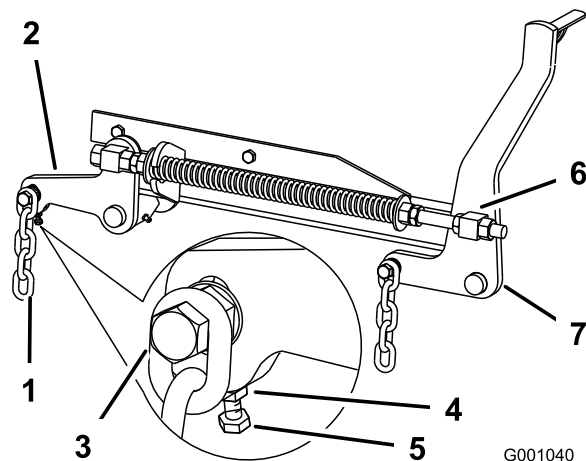

Figura 93
8. Si las medidas realizadas en las posiciones **B** o **C** no son correctas, afloje el perno que fija la cadena trasera al brazo de soporte trasero (Figura 93).
8. Afloje la contratuerca situada debajo del brazo de soporte trasero y ajuste el perno de ajuste hasta obtener una medida de 80 a 83 mm ( $3\frac{1}{8}$ " a  $3\frac{1}{4}$ "); consulte Figura 93.
7. Afloje las contratuercas del pivote delantero, en la parte delantera de los pivotes derecho e izquierdo, unos 13 mm ( $\frac{1}{2}$ " ) (Figura 93).
8. Ajuste las tuercas de elevación en el lado izquierdo y derecho de la máquina hasta obtener una distancia de 6 a 10 mm ( $\frac{1}{4}$ " a  $\frac{3}{8}$ " ) menos en la parte delantera en **A** que en la parte trasera, en **B** (Figura 93).